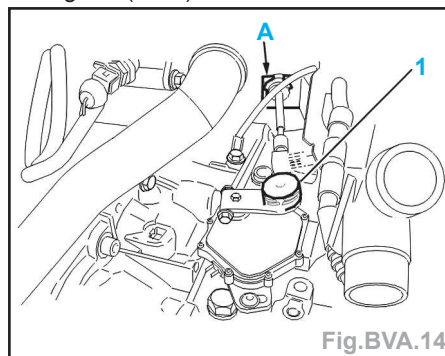

Fig. BVA.14
- Déposer (Fig. BVA.14) :
- la rotule (1),